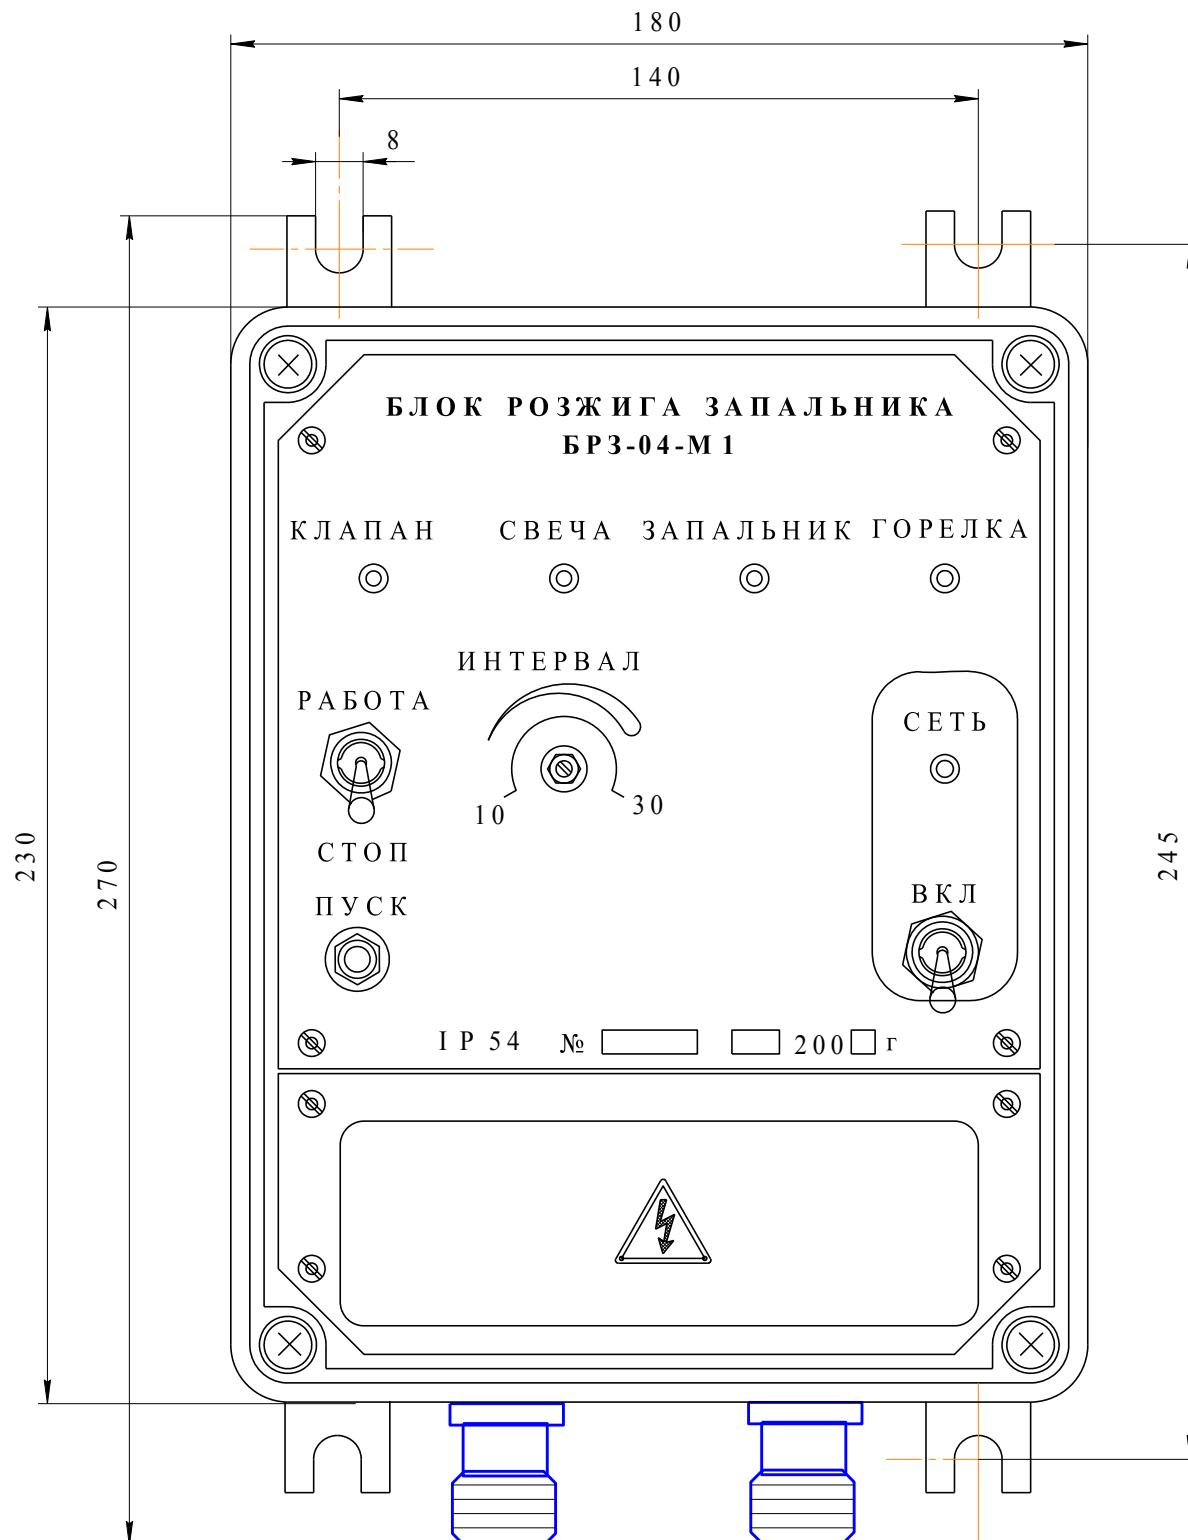

Рис.1. Внешний вид и габариты блока розжига БРЗ-04-М1.
4.1. Конструктивно блок БРЗ-04-М1 (см. рис.1) представляет собой пластиковый корпус, на передней панели которого размещены органы управления и элементы индикации. На нижней боковой стенке размещены 2 кабельных ввода для подвода проводов их подключения к колодке XT1.
5.1. Крепление блока БРЗ-04-М1 осуществляется с помощью лапок в вертикальном положении четырьмя винтами M6 с центрами, расположенными на углах прямоугольника шириной 140 мм и высотой 245 мм (см. рис.1).